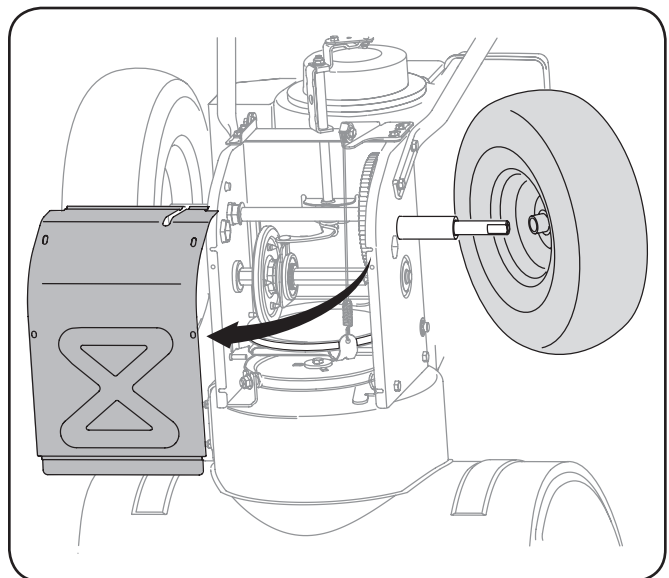

Figura 7-6
4. Saque la cubierta del marco desde debajo de la máquina quitanieve retirando los cuatro tornillos autorroscantes que la aseguran. Retire la rueda derecha quitando el tornillo y la arandela de campana que la aseguran al eje. Vea la Figura 7-6.